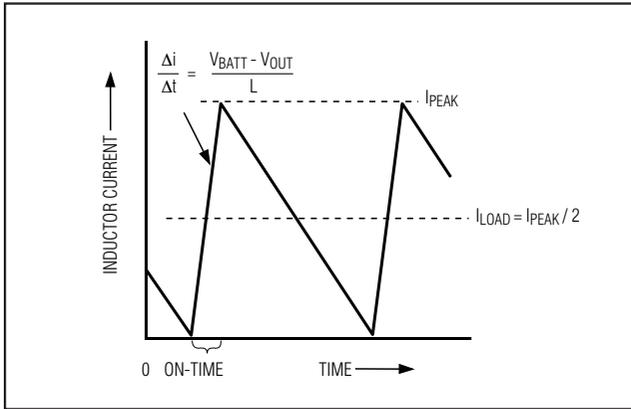

图4. 跳脉冲/断续模式转折点
电感值的函数(图4)。例如，在 $V_{OUT1} = 2.5V$ ， $V_{IN} = 15V$ 和 $K = 2.96\mu s$ 的标准应用电路(表4)中， $I_{LOAD} = 0.7A$ 或约为1/6满载时切换到跳脉冲模式。如果采用“摆动”(软饱和和)电感，转折点还要更低一些。
- 1) 在低 V_{IN} 值、高 V_{OUT} 值和最大负载电流的情况下, 确定最小(谷)电感电流($I_{L(MIN)}$)。最小电感电流为 I_{LOAD} 减去一半的纹波电流(图4)。